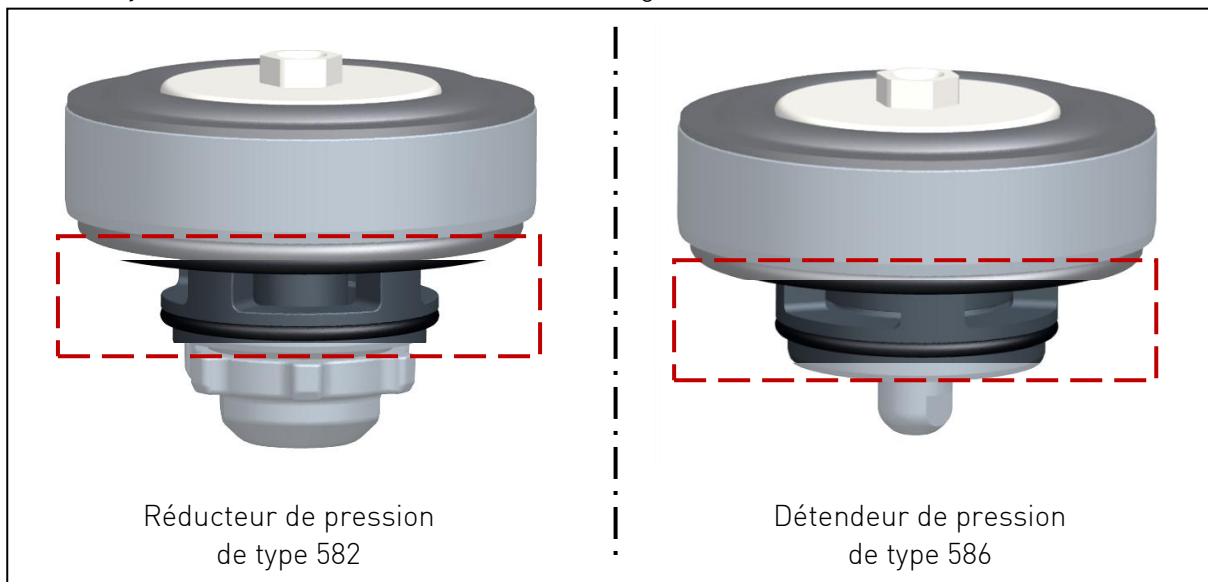

Fig. 17
- ▶ Nettoyer les orifices du boîtier interne, voir Fig. 17